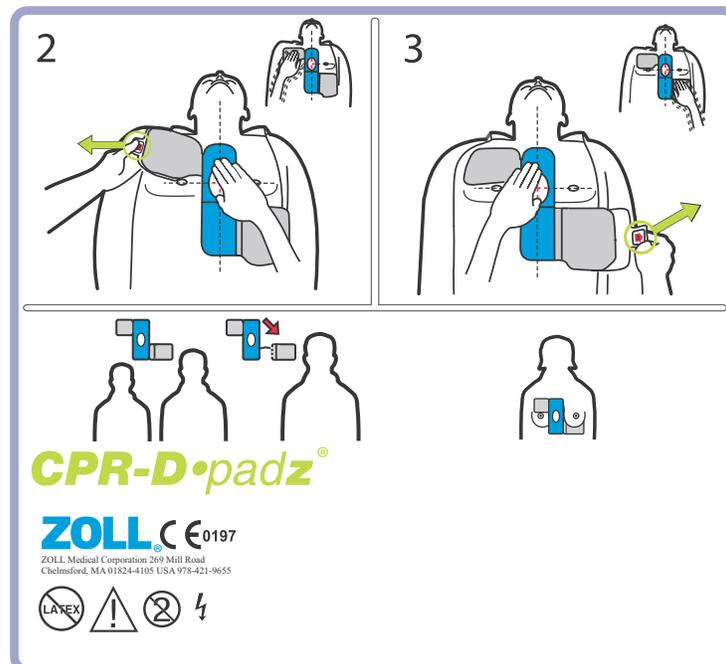

Figure 5 : Installation des électrodes **CPR-D•padz**
1. Déchirer l'emballage des électrodes pour l'ouvrir et déplier les électrodes. Les orienter comme indiqué sur les schémas (voir Figure 5).